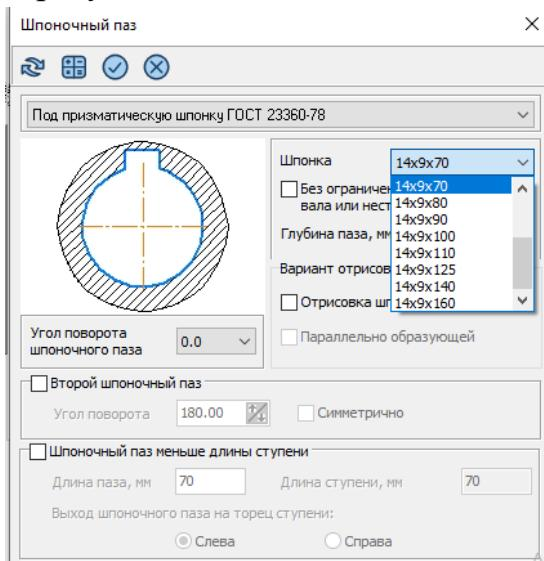

Рисунок 42 - Выбор параметров шпонки и шпоночного паза
- Для построения на цилиндрической ступени модели шпоночного паза выделите в дереве ступеней и элементов цилиндрическую ступень внутреннего контура модели. Нажмите кнопку *Дополнительные построения*  на инструментальной панели внутреннего контура. В развернувшемся меню выберите команду *Шпоночные пазы*. Откроется дополнительное меню с различными типами пазов. Щелчком мыши укажите тип паза «*Под призматическую шпонку*». В открывшемся окне необходимо выбрать параметры шпонки и шпоночного паза. Причем, в поле шпонка автоматически указываются стандартные размеры шпонки, которая подобрана, исходя из диаметра активной ступени модели. Из предлагаемого списка выберите шпонку – $14 \times 9 \times 70$ (рисунок 42), угол поворота шпоночного паза – 0. Нажмите кнопку *Создать*  . На рисунке 43 представлен результат создания шпоночного паза.